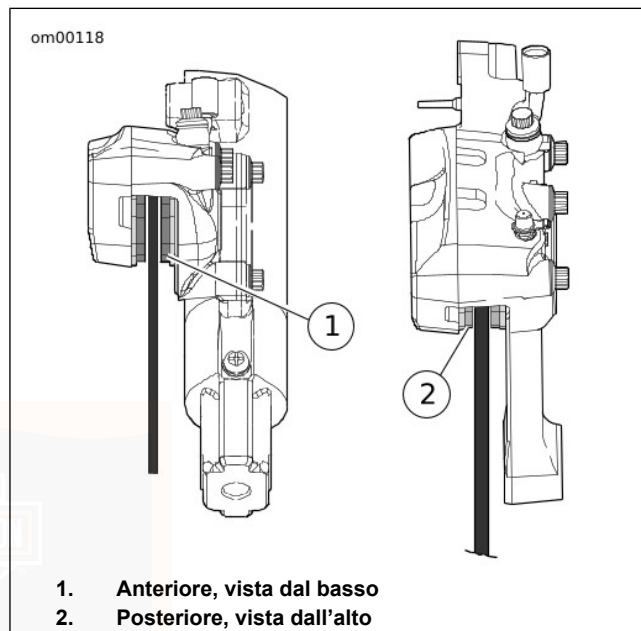

Figura 58. Materiale di attrito dei freni
1. Vedere Figura 58. Controllare il disco del freno posteriore mentre gira. Il disco deve essere centrato nella pinza del freno.